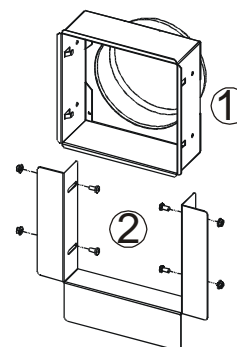

Figure 2– Installation du kit
4. sur la partie interne du mur, à hauteur de la structure de la bouche (1), fixer le groupe bride de fixation (2), moyennant les quatre vis et les écrous fournis (fig.2)